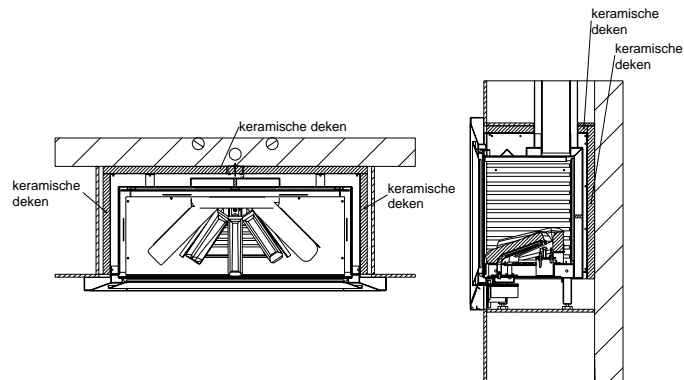

fig. 9
5. Isoleer de haard aan de zijkanten, de achterkant en bovenkant met een keramische deken van 25 mm dikte (zie fig. 9).